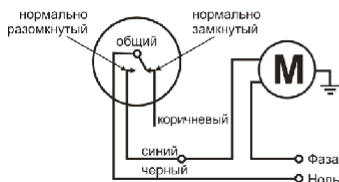

Рис. 2
2.1. Подключите синий провод поплавкового выключателя к электронасосу, а черный – к нулю, как показано на рис. 2.